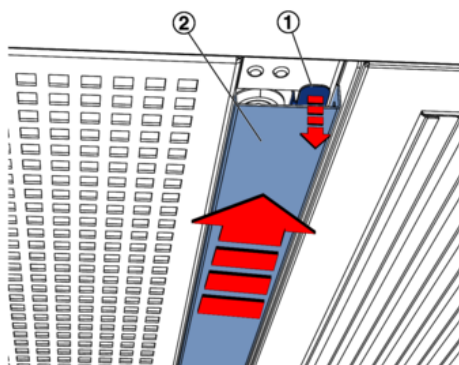

Abb. 61: Abdeckleiste lösen
1. ▶ An der Außenseite des Gerätes seitlich in die Abdeckleiste eingreifen und die Lasche (Abb. 61/1) nach unten drücken. Dann die Abdeckleiste nach außen schieben und abnehmen. Die Abdeckleiste für die spätere Montage so lagern, dass sie nicht beschädigt wird.